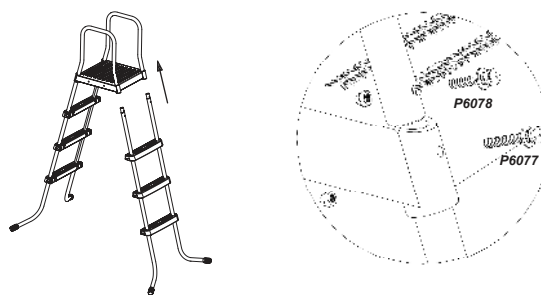

Figure 6
6. Serrez toutes les vis. Introduisez P6213 (pancarte d'avertissement) (figure 6)